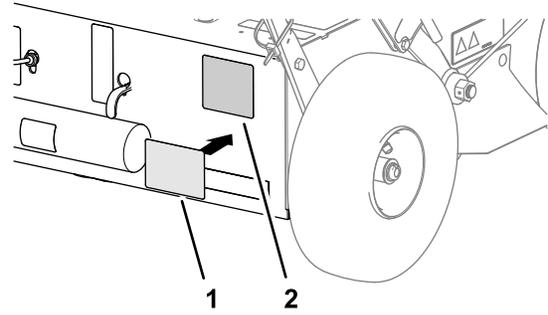

Bild 40
2. Kleben Sie den Aufkleber auf die Rückseite der Maschine, wie in Bild 40 dargestellt.
4. Kleben Sie den Aufkleber auf die Rückseite der Maschine, wie in Bild 40 dargestellt.